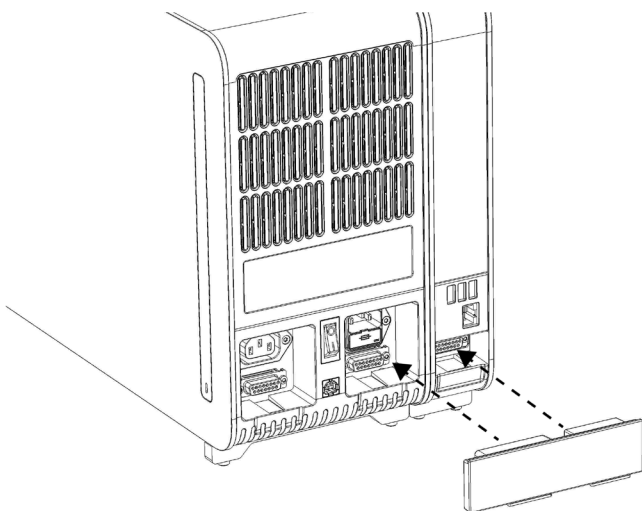

図 8. 分析/操作モジュールブリッジを接続。
5. 分析/操作モジュールブリッジを QIAstat-Dx Analyzer 1.0 の背面に接続して、操作モジュールと分析モジュールを一緒に接続します (図 8)。